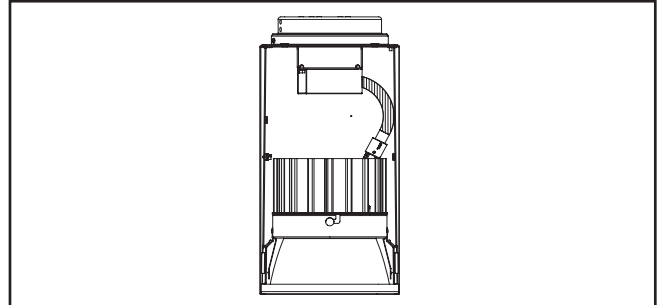

Figure 9.
6. Installez le moteur lumineux à DEL et l'assemblage de la garniture en insérant les ressorts de torsion dans les récepteurs en spirale qui se trouvent à l'intérieur du boîtier (Figure 9.).